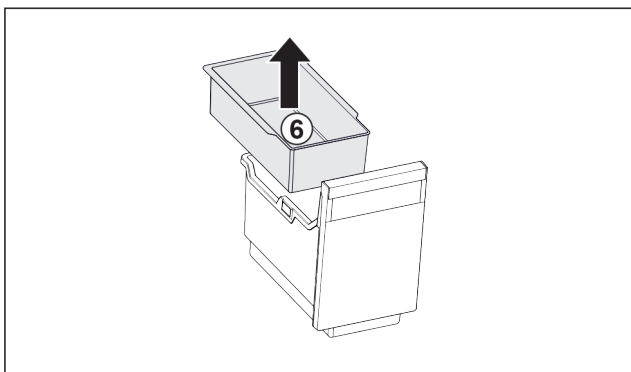

Fig. 119
- Hiqni tasën me varje Fig. 119 (6).